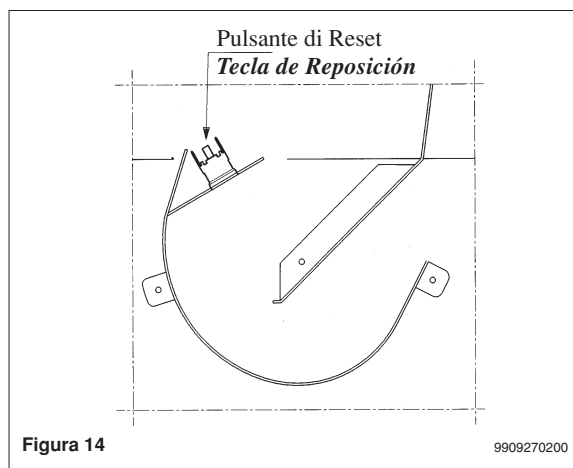

Figura 14
In queste condizioni la caldaia va in blocco e solo dopo aver rimosso la causa dell'intervento è possibile ripetere l'accensione premendo il pulsante di figura 14 e ruotando il selettore (1) per almeno 1 secondo in posizione R.
En estas condiciones la caldera va en bloqueo y sólo después de haber quitado la causa de la intervención es posible repetir el encendido apretando la tecla de la figura 14 y girando el selector (1) durante al menos 1 segundo en la posición R.